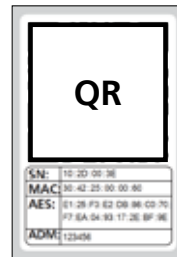

Abb. 3
- 3 Sie erhalten eine Aufforderung, den mitgelieferten QR-Code des Motorschlusses mit der Kamera des Smartphones einzuscannen. Der QR-Code befindet sich auf dem Aufkleber, welcher der Verpackung beiliegt (Abb. 3).